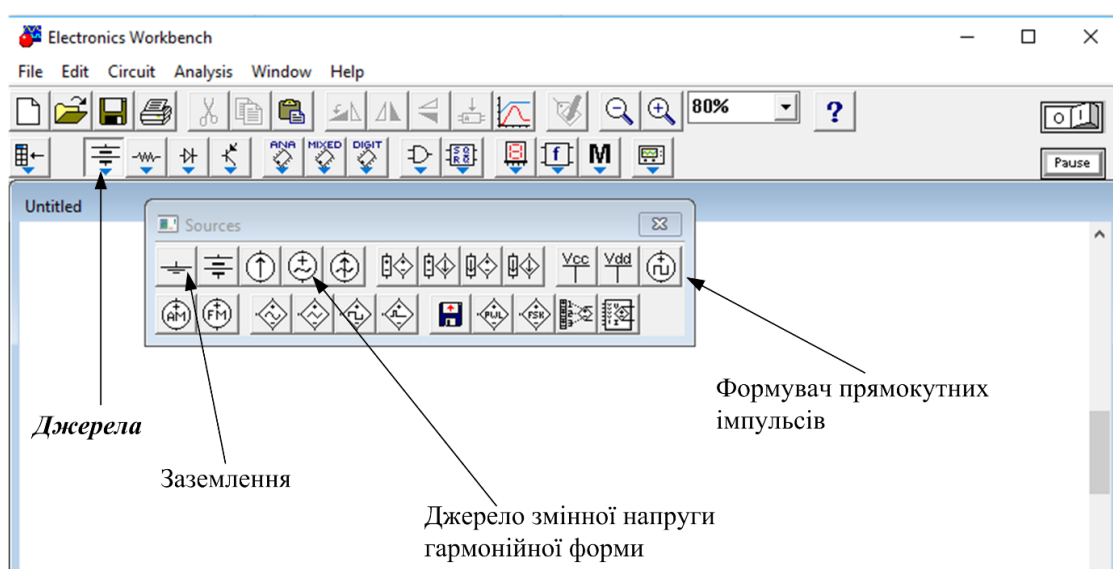

Рисунок 1.2 – Елементи папки *Sources*
Натиснути лівою клавішею маніпулятора миші на зображенні генератора *Function Generator*. Переміщуючи маніпулятор миші, помістити генератор на білий аркуш робочого поля, відпустити клавішу. Також перемістити осцилограф *Oscilloscope* і умовні графічні позначення заземлення (рисунок 1.2).
7.2 Встановити частоту (**Frequency**), амплітуду (**Voltage**), тривалість імпульсу (**Duty cycle**) сигналу на виході формувача прямокутних імпульсів (рисунок 1.2) за допомогою клавіатури і маніпулятора миші за варіантом з таблиці 1.2.
7.3 Встановити частоту (**Frequency**), амплітуду (**Voltage**), фазу (**Phase**) сигналу на виході джерела змінної напруги гармонійної форми (рисунок 1.2) за допомогою клавіатури і маніпулятора миші за варіантом з таблиці 1.3.